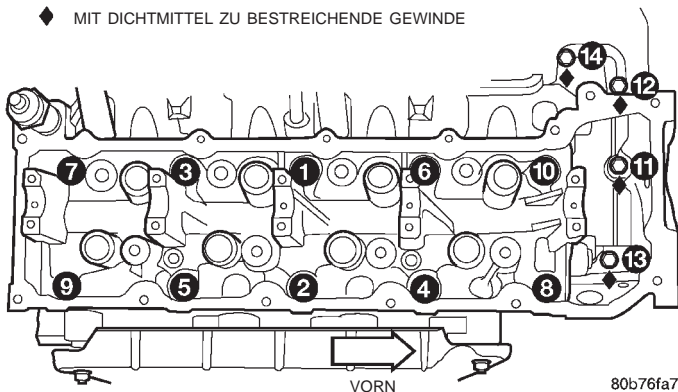

Abb. 59 Anziehreihenfolge der Zylinderkopfschrauben
(6) Die Schrauben der Reihe nach festziehen (Abb. 59). Die Schrauben sind in mehreren Durchgängen mit den folgenden Anzugsmomenten festzuziehen: